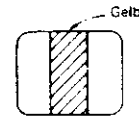

Abb. 8 Bildschirm
- (1) Basis und Emitter vom B-End Transistor Q653 auf der Bildröhrenanschluß-PCB kurzschließen, um ein gelbes Bild zu bekommen.
- (2) Die Ablenkeinheit ist in der vordersten Position Gleichen Sie die Farbreinheitsmagnete so ab, daß der gelbe Farbbalken in der Mitte des Bildschirms ist (Abb. 8)
- (3) Verschieben Sie die Ablenkeinheit in Richtung Halsende hin, bis der Bildschirm einheitlich gelb erscheint.
- (4) Basis-Emitter-Kurzschluß von jeweils zwei Transistoren gibt Ihnen ein einheitliches rotes, grünes oder blaues Bild. Welche Transistoren Sie kurzschließen, entnehmen Sie der Tabelle 1. Kontrollieren Sie bei jeder Farbe die Farbreinheit. Nach dem Abgleich die Ablenkeinheit festschrauben.
- (5) Sämtliche Kurzschlüsse an den Transistoren entfernen.